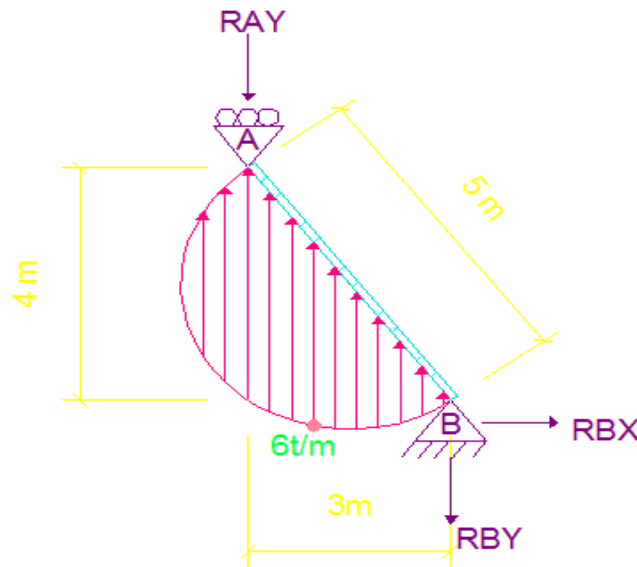

Figura No.1
1.-De la siguiente estructura figura No. 1, calcular las reacciones de los apoyos, obtener la ecuación de la fuerza cortante, momento y fuerza axial y trazar los diagramas correspondientes.